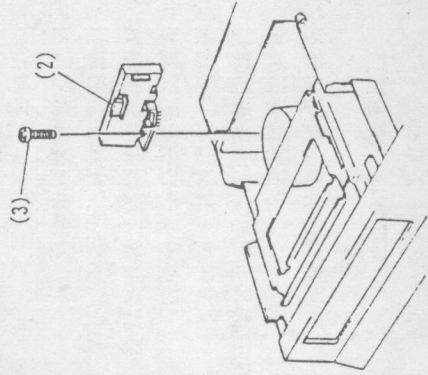

图49
②从前置放大器电路板上解开1个接续器,如图49所示;
③拆卸1个螺钉并将前置放大器电路板取出。